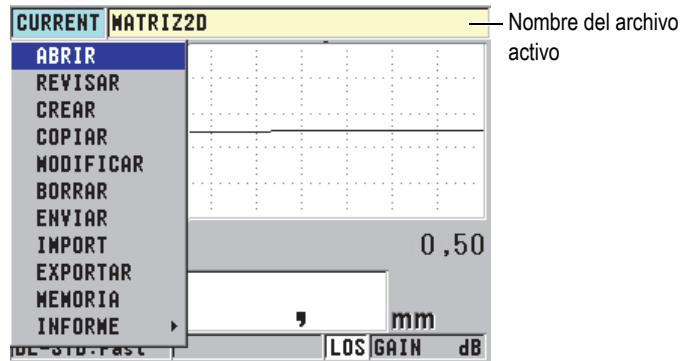

Figura 6-15 Nombre del archivo activo en la zona de identificación
El Registrador de datos del 45MG es un sistema basado en archivos que se abren uno a la vez. El archivo activo almacena una medida en un número de identificación de localización para las mediciones de espesor. Cada vez que la tecla [SAVE] es pulsada, la lectura de la medida en la pantalla es almacenada en el número de identificación (ID) activo del archivo abierto. El número de identificación (ID) incrementa automáticamente con las siguientes medidas. Al pulsar la tecla [FILE], el nombre del archivo activo aparece en la zona de identificación (arriba del menú). Véase la Figura 6-15 en la página 104.